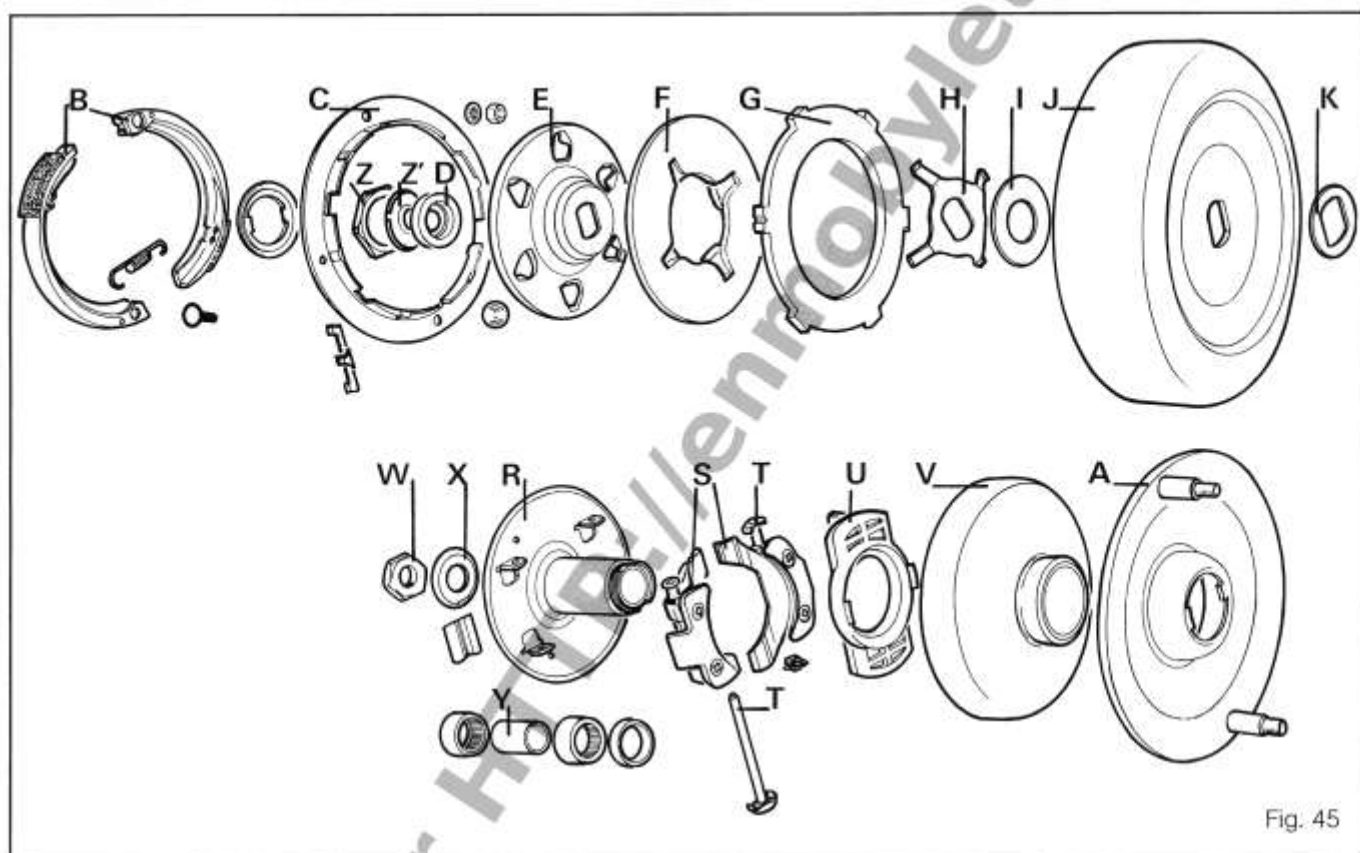
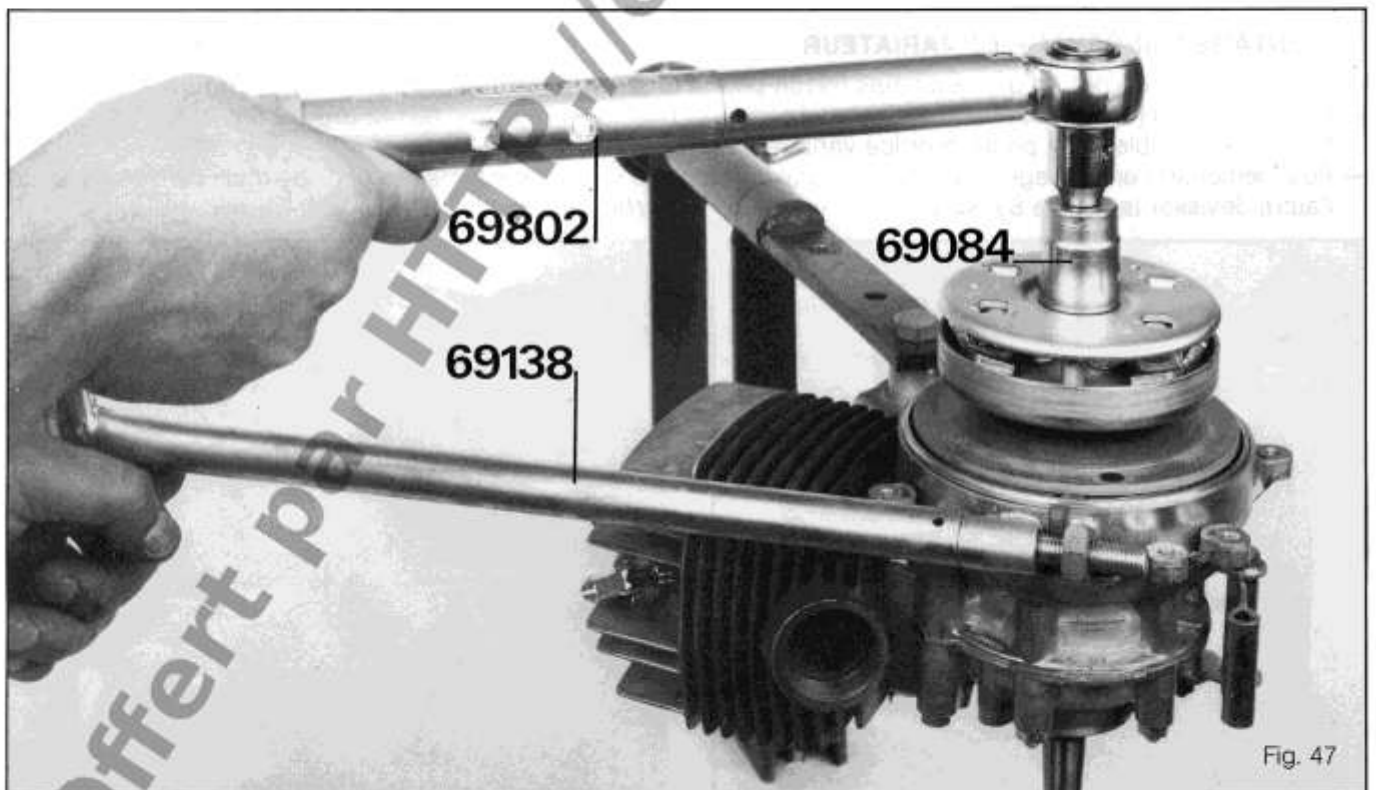

Fig. 45
Fig. 47
Pour le modèle sans variateur, mettre en place les rondelles (M) et (N), visser l'écrou (L), assurer son serrage avec la clé dynamométrique 69802 équipée du réducteur et de la douille 69084, sous un couple de 4 à 4,5 m.kg en immobilisant le tambour (J) avec l'outil 69138 (*figure 47*).
Pour le modèle avec variateur (*figure 47*), le serrage de l'écrou (W) (*figure 45*) se fait après la mise en place de la poulie variable (voir page 25).